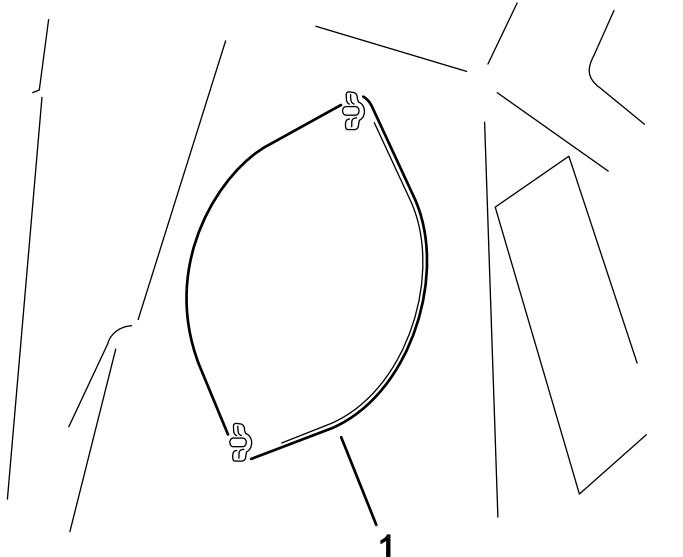

Bild 31
3. Lösen Sie die zwei Flügelmuttern, mit denen die Abdeckplatte befestigt ist (Bild 31).